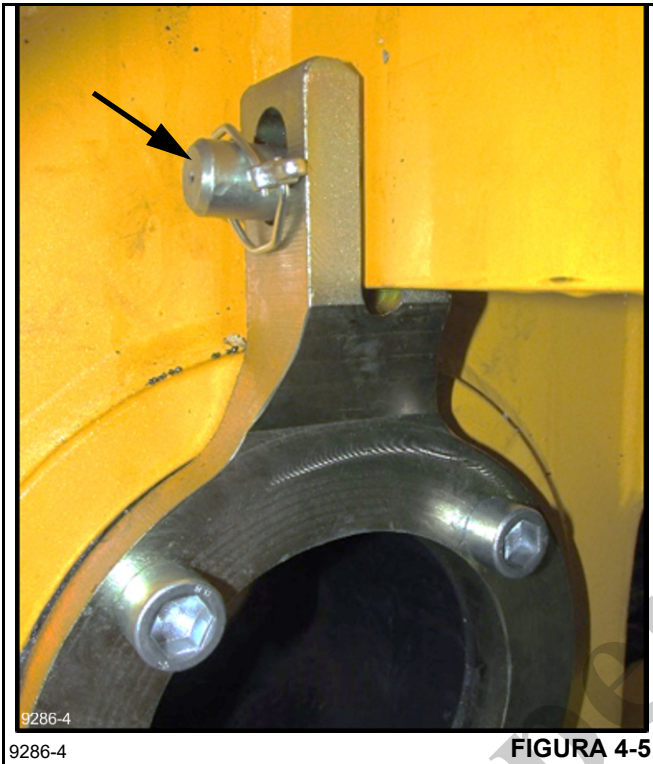

FIGURA 4-5
18. Alcance o orifício na parte superior da lança, remova os pinos nas placas de retenção (Figura 4-5).